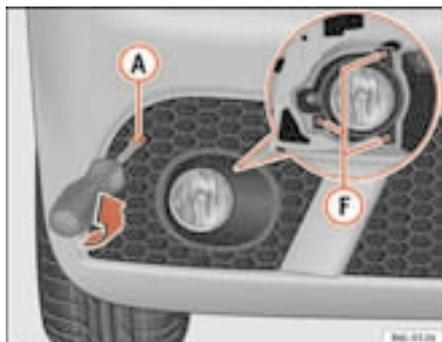

Fig. 153 Faros antiniebla
- Desmonte los tornillos de sujeción (F) ⇒ fig. 153 y una vez liberado desenchufe el conector.
- Desmonte la rejilla, extrayendo el tornillo (A) ⇒ fig. 153, tire cuidadosamente de la rejilla por el lado opuesto al tornillo y libere la tapa.